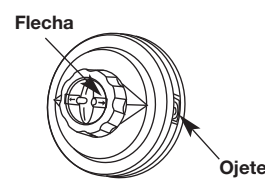

Fig. 33
1. Alinee las flechas de la perilla percusiva con los ojete de la cubierta de la bobina si no lo están (Fig. 33).